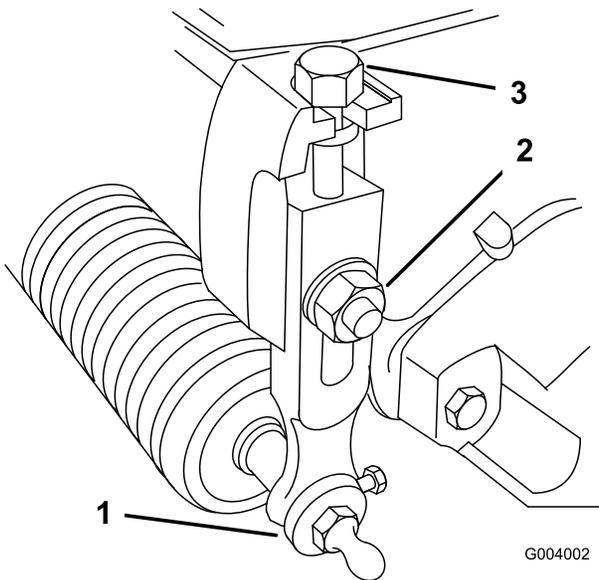

Figure 60
1. Desserrez les contre-écrous qui fixent les bras de hauteur de coupe aux plaques latérales du plateau de coupe (Figure 60).